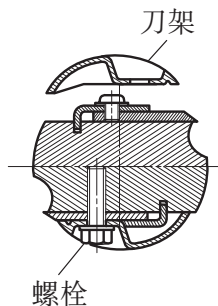

图 22
- (2) 如图 22 所示, 将刀架置于已完成的组件之上, 并用 3 根螺栓固定之。务请拧紧螺栓。
- (3) 向上转动刀刃座, 对其反侧也请按相同方法进行设置。